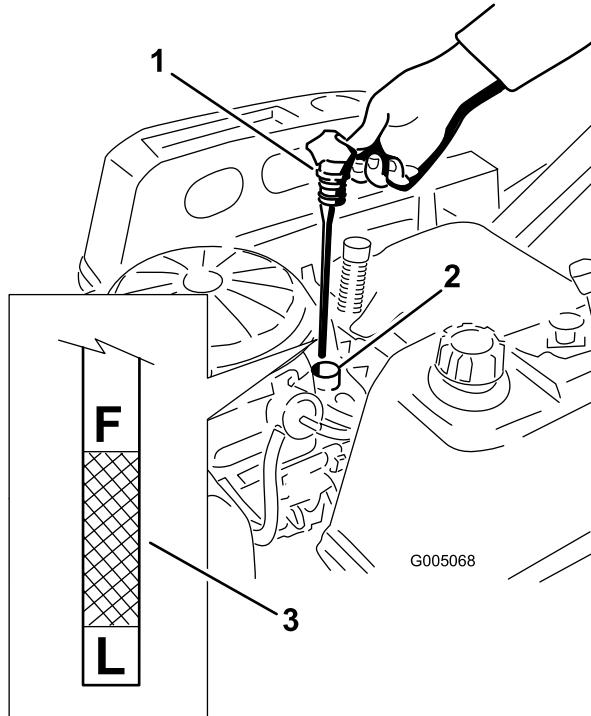
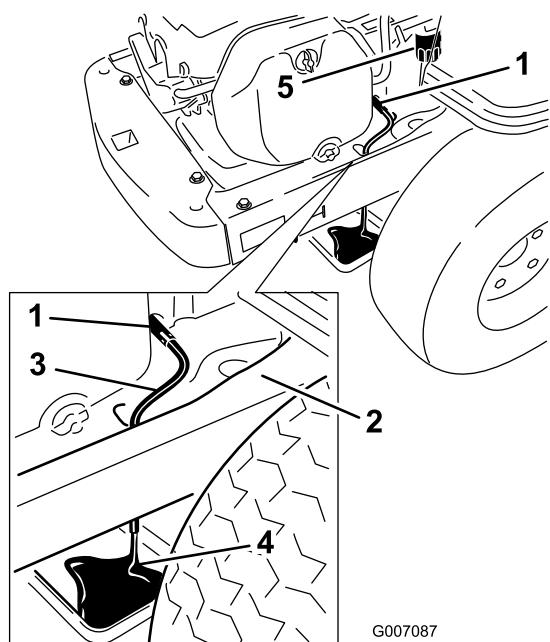

Figure 30
Figure 32
4. Sortez le bouchon de remplissage/la jauge de niveau d'huile et essuyez-la sur un chiffon. Remettez la jauge en place en l'enfonçant au maximum (Figure 30).
5. Sortez de nouveau la jauge et contrôlez le niveau d'huile (Figure 30).
7. Placez un bac de vidange sous la machine, juste sous l'orifice de vidange du châssis, comme illustré à la Figure 32.
8. Tournez le robinet de vidange d'huile de 1/4 de tour dans le sens anti-horaire pour l'ouvrir et permettre à l'huile de s'écouler (Figure 32). Enlevez le bouchon de remplissage/la jauge (Figure 30).
10. Enlevez le filtre usagé et essuyez le socle de montage (Figure 32).
11. Quand toute l'huile s'est écoulée, fermez le robinet de vidange. Enlevez le flexible de vidange et essuyez les coulées d'huile sur le châssis (Figure 32).
15. Versez avec précaution environ 80 % de la quantité d'huile spécifiée dans le goulot de remplissage (Figure 30)
16. Remettez fermement en place le bouchon de remplissage/la jauge d'huile (Figure 30).
17. Vérifiez le niveau d'huile (Figure 30) (voir Contrôle du niveau d'huile).
19. Remettez fermement en place le bouchon de remplissage/la jauge d'huile (Figure 30).